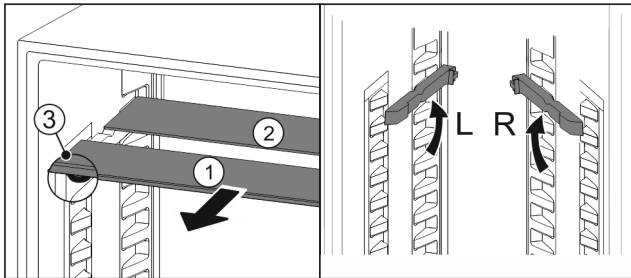

Fig. 61
- Sortir les tablettes par l'avant Fig. 61 (1).
- ▷ La tablette en verre Fig. 61 (1) avec bordure décorative est située à l'avant.
- ▷ Les butées Fig. 61 (3) sont orientées vers le bas.